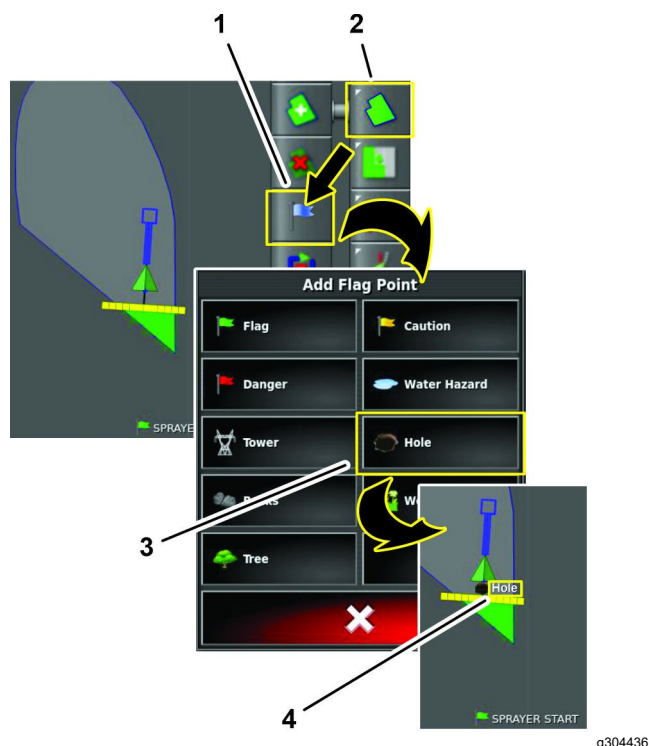

Bild 79
- Wählen Sie im Menü Markierungspunkt hinzufügen ein Markierungspunkt-Symbol (Bild 79).
Der Markierungspunkt wird auf der Steuerkonsole hinter der Fahrzeugdarstellung angezeigt (Bild 79).